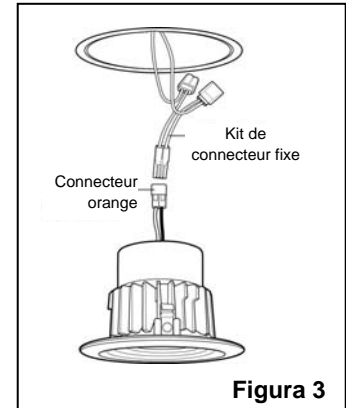

Figure 3
- Retirez l'adaptateur de douille du boîtier. Coupez les deux fils de l'adaptateur près de l'adaptateur de douille et à distance du connecteur orange, puis jetez la douille. Retirez les (2) connecteurs bout-à-bout rouges du kit fixe. Appariez les fils du boîtier et du connecteur orange par couleur dans chaque connecteur rouge. Serrez fermement l'insert métallique en U sur les fils. Fermez le couvercle pour fixer et isoler la connexion. (Voir figure 3)